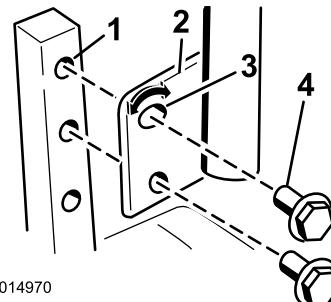

Figura 23
1. Togliete i due bulloni che fissano la leva di comando all'albero del braccio di controllo (Figura 23).
2. Spostate la leva di comando nella serie di fori successiva. Fissate la leva con i due bulloni (Figura 23)
2. Allentate il bullone inferiore appena a sufficienza per ruotare la leva di controllo in avanti o all'indietro (Figura 23). Serrate entrambi i bulloni per fissare il controllo nella nuova posizione.